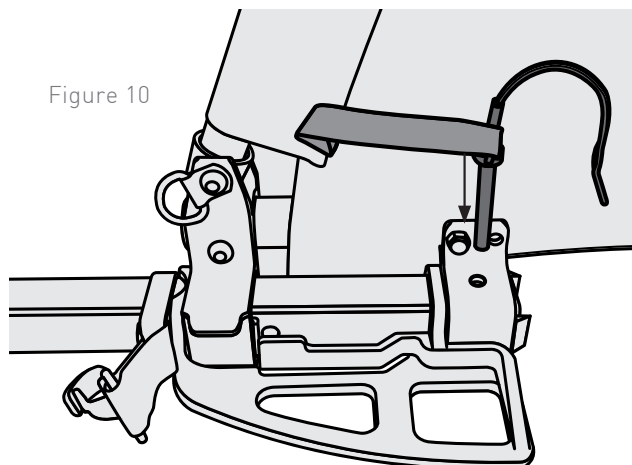

Figure 10
2. Insérez la tige de retenue depuis le haut en passant par les orifices alignés du récepteur et de la barre de remorquage (Figure 10).